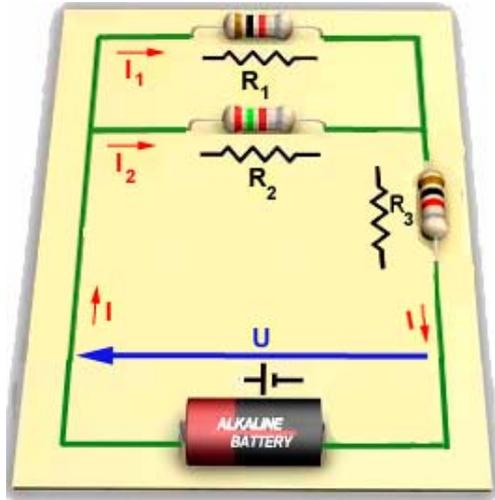

Figura 11 – Exemplo de associação mista de resistores.
O circuito ilustrado na figura 11 apresenta uma *associação mista* de resistores.
Calcule a resistência equivalente do circuito da figura 11, sabendo-se que  $R_1 = 1\text{ k}\Omega$ ,  $R_2 = 2,5\text{ k}\Omega$  e  $R_3 = 3\text{ k}\Omega$ .
Observado-se a figura 11, verifica-se que as resistências  $R_1$  e  $R_2$  estão em paralelo e, assim, de acordo com a expressão (8), a resistência em paralelo ( $R_{eqp}$ ) é: